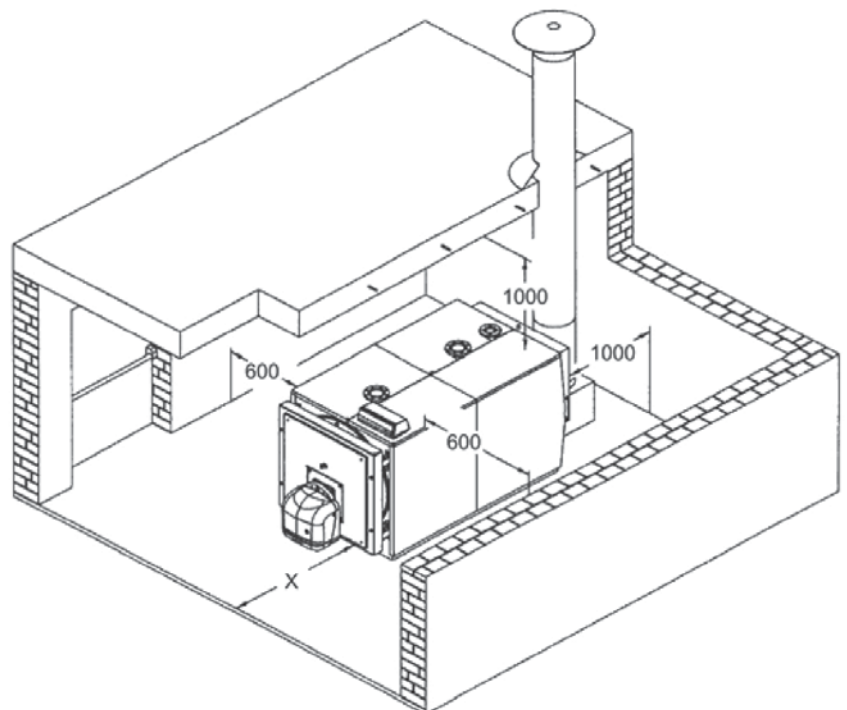

fig. 6
5.3 Local d'installation (Fig. 6)